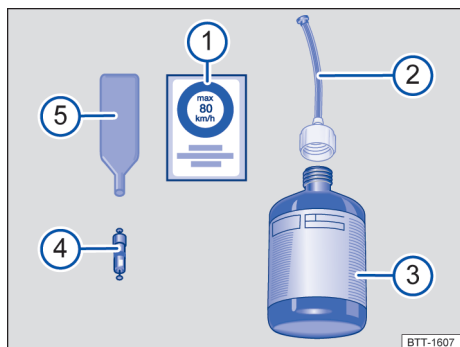

Fig. 211 Representação esquemática: componentes do kit de reparo dos pneus.
O kit de reparo dos pneus é composto pelos seguintes componentes → Fig. 211:
- ① Conector do cabo 12 V.
- ② Interruptor LIGA-DESLIGA.
- ③ Indicação da pressão dos pneus.
- ④ Parafuso de sangria de ar.
- ⑤ Mangueira de enchimento dos pneus.
- ⑥ Compressor de ar.
A **chave para remoção do elemento da válvula** → Fig. 211 ⑤ possui uma fenda na extremidade inferior, na qual se ajusta o elemento da válvula. Somente assim é possível remover e reinstalar o elemento da válvula do pneu. Isto também é válido para o elemento da válvula de reposição ④.
11. Colar a etiqueta adesiva → Fig. 211 1 do kit de reparo dos pneus no painel de instrumentos, no campo de visão do condutor.
- Com a chave para remoção do elemento da válvula → Fig. 211 ⑤, desenroscar o elemento da válvula da válvula do pneu e colocá-lo sobre uma superfície limpa.
- Agitar a garrafa para enchimento dos pneus → Fig. 211 ③ algumas vezes com força.
- Rosquear a mangueira de enchimento → Fig. 211 ② com firmeza no sentido horário sobre a garrafa para enchimento dos pneus. A película na tampa é perfurada automaticamente.
- Remover o bujão da mangueira de enchimento → Fig. 211 ② e introduzir totalmente a extremidade aberta na válvula do pneu.
- Rosquear novamente o elemento da válvula com a chave para remoção do elemento da válvula → Fig. 211 ⑤ na válvula do pneu.